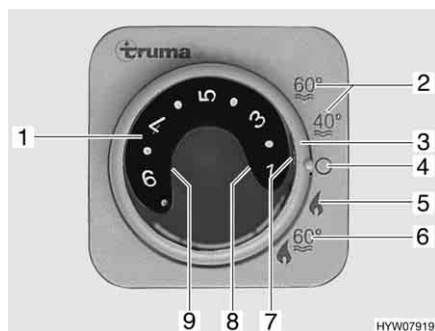

Fig. 61 Unité de commande pour chauffage/chauffe-eau
- Régler le mode de régime à l'aide de l'interrupteur tournant (Fig. 61,3).
Le chauffage règle le degré d'allumage automatiquement en fonction de la température ambiante requise. Une fois que la température ambiante désirée est atteinte, le brûleur s'éteint. La température intérieure est mesurée avec la sonde de température qui se trouve à côté du panneau de contrôle. En mode "Chauffage et chauffe-eau" (Fig. 61,6) l'eau est également chauffée dans le chauffe-eau. Il est possible de faire fonctionner le chauffage en mode "Chauffage sans chauffe-eau" (Fig. 61,5) et le chauffe-eau vide.
- Régler le bouton tournant de température (Fig. 61,1) de l'unité de commande sur la température de chauffage désirée.
- Régler l'interrupteur tournant (Fig. 61,3) en régime hiver "Chauffage sans chauffe-eau" (Fig. 61,5) ou en régime hiver "Chauffage et chauffe-eau" (Fig. 61,6).
Le voyant de contrôle vert (Fig. 61,7) s'allume.
- Régler l'interrupteur tournant (Fig. 61,3) sur "O" (Fig. 61,4).